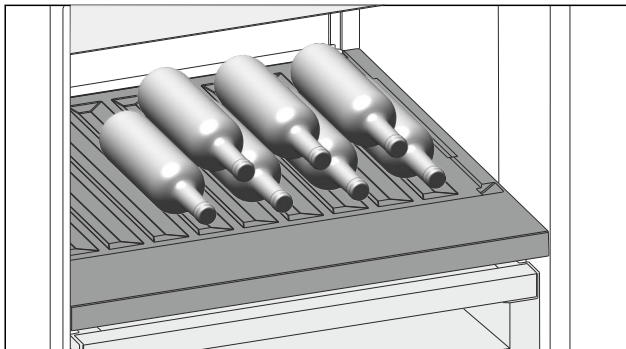

Fig. 134 Példaként szolgáló ábrázolás
- ▶ A palackokat az aljukkal hátrafele helyezze a hátfalhoz. (lásd Fig. 134)